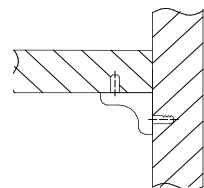

Рис.5 Схема установки фикс. полкодержателя
1. Сборка корпуса. Наконечник закрепить к торцам панелей 1,2,7 шурупами 3x16. Стенку вертик.поз.3 закрепить евроинтами (рис.4) к стенкам гориз. поз.5. Стенки вертик. поз.1,2 закрепить к стенкам гориз. поз.5 эксцентриками (рис.1). Плинтуса поз.7 закрепить шкантами (рис.3) к стенкам 1 и 2. Крышку поз.4 закрепить эксцентриками к стенкам вертик. 1,2.). Стенки задние поз.8 закрепить шурупами 3x16 к стенкам поз.1,2,5, в месте стыковки задних стенок использовать скрепки для ДВПО и профиль стыковочный. Штангодержатели закрепить по разметке на стенки 2 и 3 шурупами 3x16 и установить на штангодержатели овальные штанги. Стенки гориз. поз.6 установить на полкодержатели фиксирующие (рис.5) Шляпки эксцентриков и евроинтов закрыть заглушками